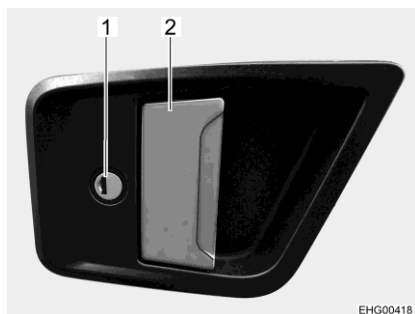
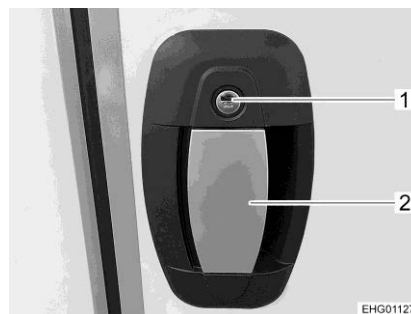

Fig. 54 Cerradura de la puerta (puerta de entrada en el exterior)
Fig. 55 Cerradura de la puerta, variante (puerta de entrada en el exterior)
- Introducir la llave en el cilindro de cierre (Fig. 54,1 ó Fig. 55,1) y girarla hasta que esté desbloqueada la cerradura de la puerta.
- Tirar del tirador de la puerta (Fig. 54,2 ó Fig. 55,2). La puerta está abierta.
- Introducir la llave en el cilindro de cierre (Fig. 54,1 ó Fig. 55,1) y girarla hasta que esté bloqueada la cerradura de la puerta.